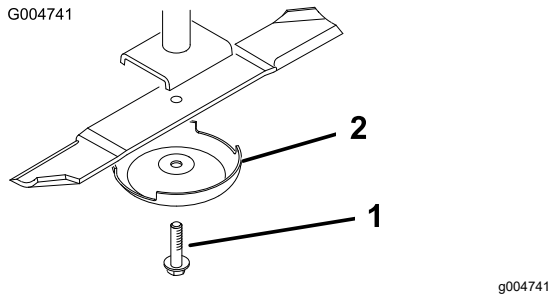

Figure 98
3. Enlevez le boulon, la coupelle de protection et la lame de l'axe de pivot (Figure 98).